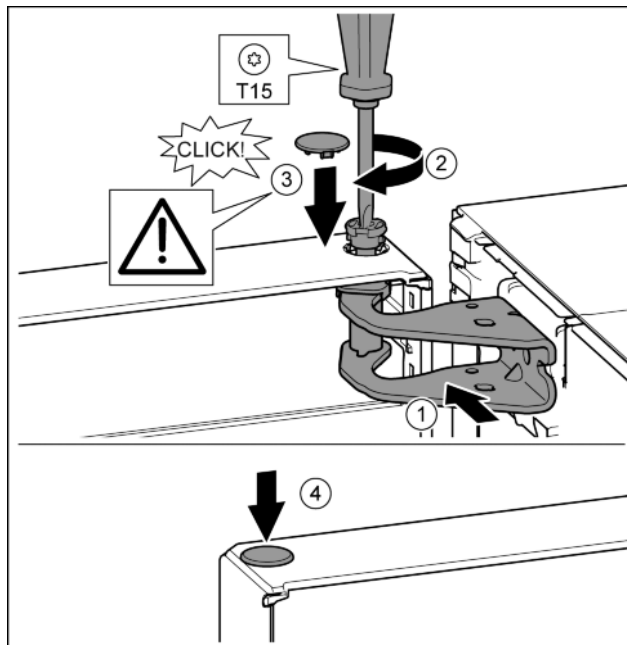

Fig. 23
- ▶ Вирівняйте дверцята зверху по отвору в опорному кронштейні. Fig. 23 (1)
- ▶ Вставте палець та закрутіть за допомогою викрутки T15. Fig. 23 (2)
- ▶ Встановіть захисну кришку для захисту дверцят: вставте захисну кришку і проконтролюйте, щоб вона прилягала до дверцят. Якщо це не так, повністю вставте палець. Fig. 23 (3)
- ▶ Вставте пробку. Fig. 23 (4)